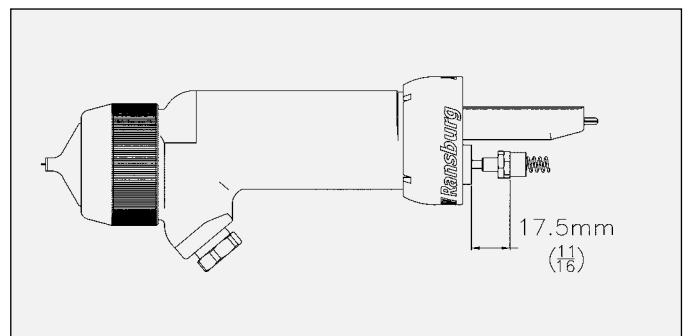

Figura 19: Dimensões da porca de ajuste do gatilho
21. Ajuste o retentor da mola do eixo da agulha até que a traseira do hexágono se encontre a 28/41 cm da superfície traseira da câmara de empanque do cilindro (consulte a Figura 19).